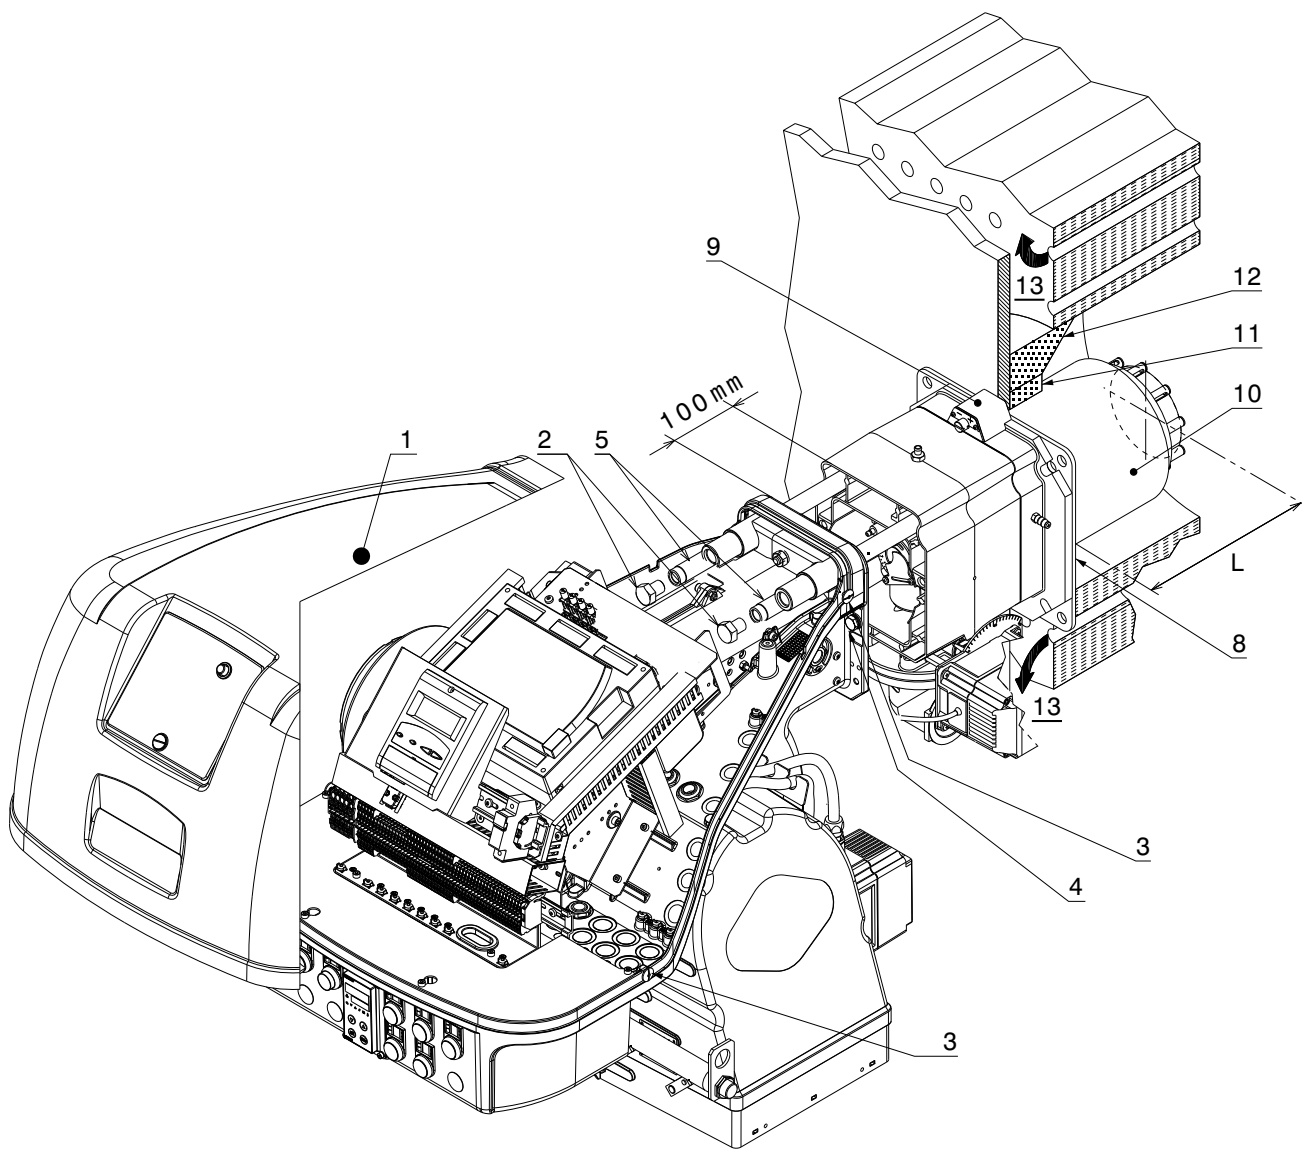

Рис. 17
В котлах с передним оборотом дымовых газов 13) Рис. 17 или в двухходовых котлах защитите огнеупорным материалом 11) зону между огнеупорной частью котла 12) и жаровой трубой 10).
Отсоедините головку горения от остальной части горелки, как на Рис. 17; выполните следующее:
- Снова установите горелку на направляющие 3) примерно на 100 мм от муфты 4) - положение горелки указано на Рис. 17.